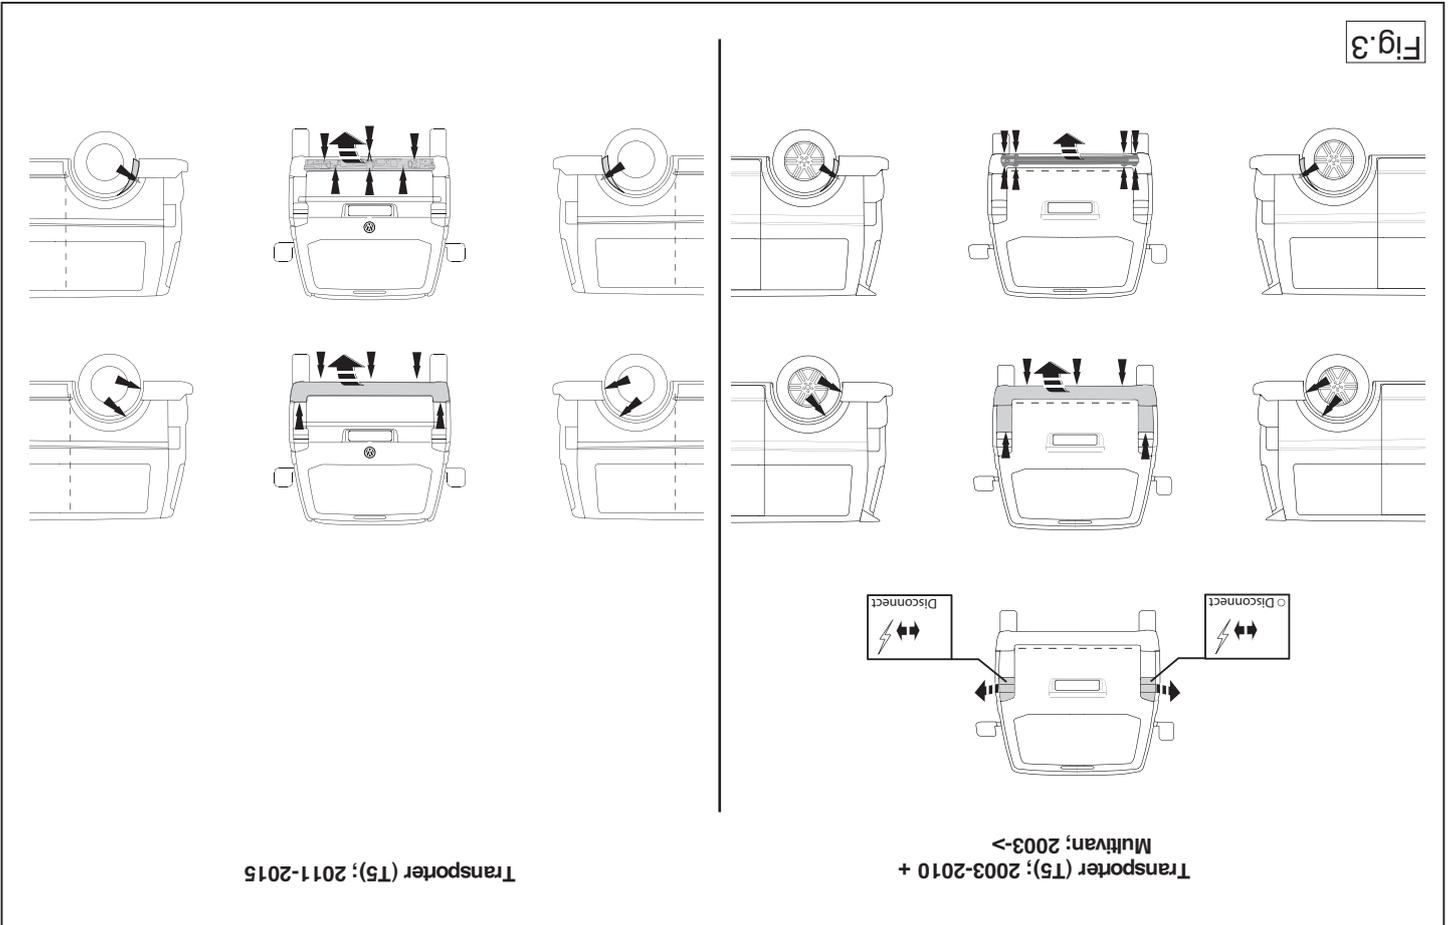

Fig.3
1. Remove the bumper. (fig 3, 3a)
2. Remove the bumper inner fittings. (fig 3, 3a)
1. Die Stoßstange abmontieren. (Abbildung 3, 3a)
2. Die Stoßstangeninnenverkleidung abmontieren. (Abbildung 3, 3a)
1. Démontez les feux arrière. (figure 3)
2. Déposer le pare-chocs du véhicule y compris la traverse en acier ; la traverse ne sera plus utilisée. Remettre les boulons de fixations en place. (figure 3)
1. Déposer le pare-chocs. (figure 3, 3a)
2. Démontez la garniture du pare-chocs. (figure 3, 3a)
1. Demonter baglysenhederne. (fig. 3)
2. Demonter kofangeren, inklusive køretøjets stålstødbjælke. Denne bliver overflødig. Sæt bolte på plads igen. (fig. 3)
1. Demonter kofangeren. (fig. 3, 3a)
2. Demonter kofangerinderstykket. (fig. 3, 3a)